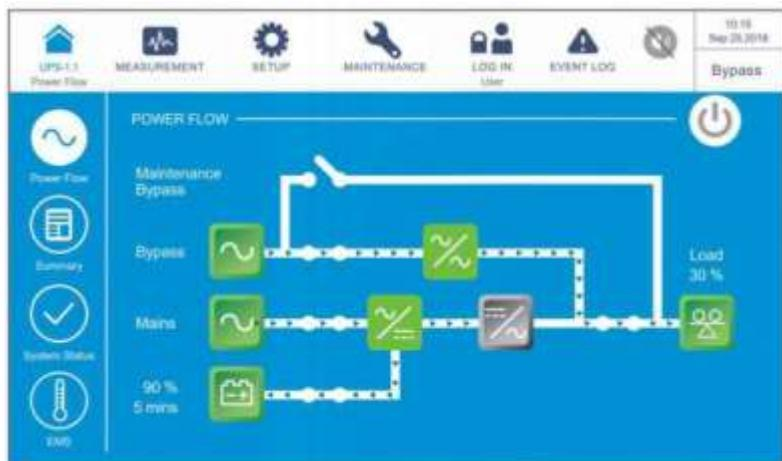

Рисунок 6-54: Экран байпасного режима
- 3 После выбора ‘**YES**’ ИБП отключит инвертор, прекратит подачу питания с каждого силового модуля и будет осуществлять подачу питания с байпасного источника переменного тока. Если байпасный источник переменного тока работает ненормально, то существует риск прерывания подачи питания, при этом подключенные важные нагрузки не будут защищены. В этот момент силовые модули продолжают заряжать батареи, трехцветный светодиодный индикатор горит желтым, и появляется следующий экран (**Рисунок 6-54**). Расположение трехцветного светодиодного индикатора см. на **Рисунке 2-11**.